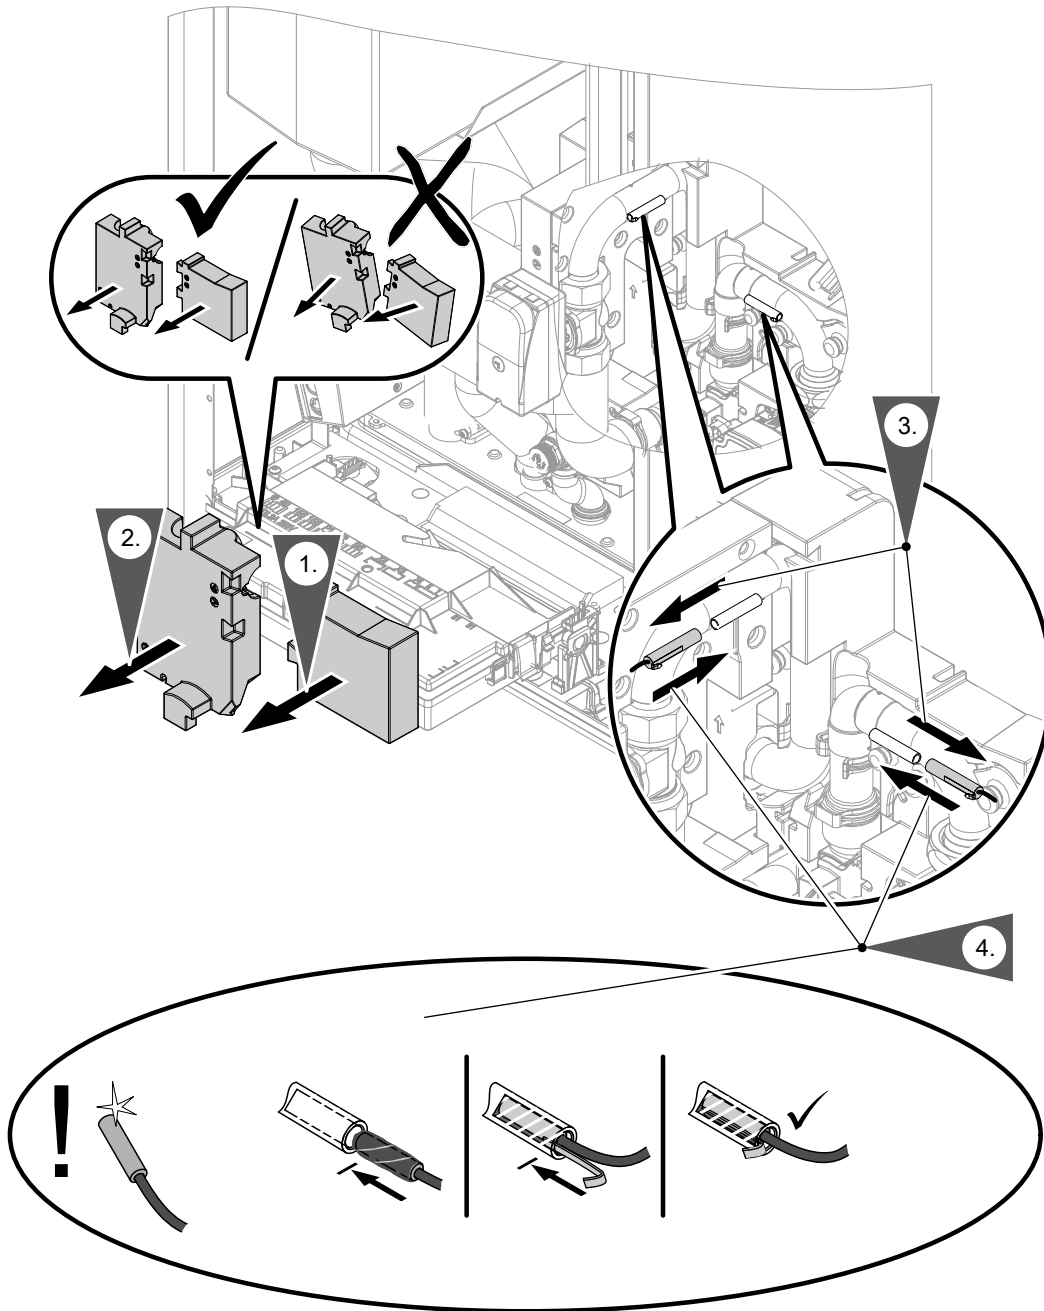

Abb. 97
- Temperatursensoren: Siehe Abb. 97.